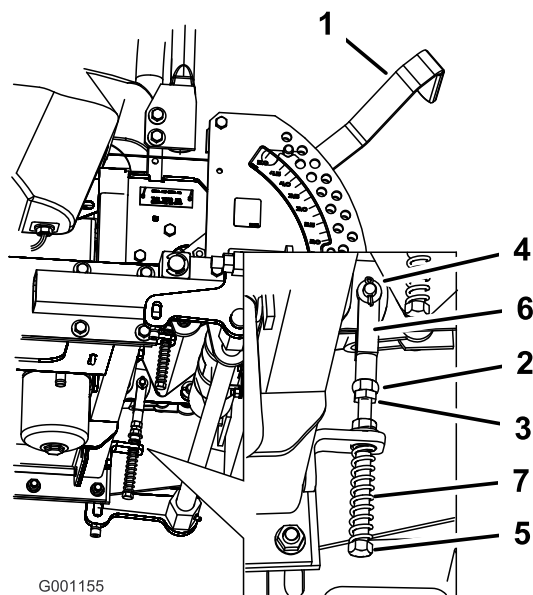

Figure 75
8. Si un réglage s'impose, desserrez l'écrou et l'écrou de blocage vissés contre la chape (Figure 75).
9. Appliquez une légère pression à l'arrière du levier, et tournez la tête du boulon de réglage dans le sens voulu pour centrer le levier à la position de verrouillage du point mort (Figure 75).
10. Serrez l'écrou et l'écrou de blocage (Figure 75).